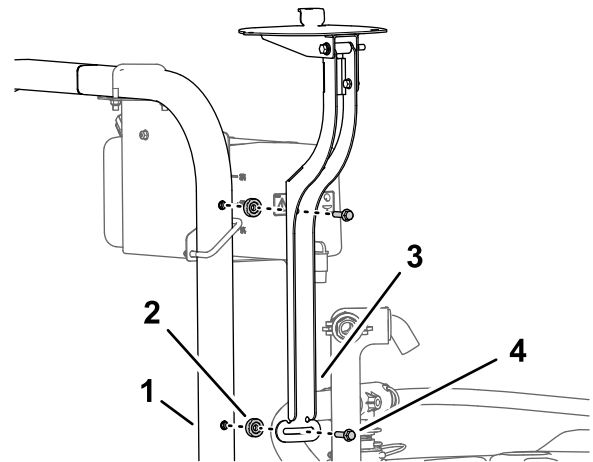

Bild 154
1. Montieren Sie die Empfängerbefestigung und das Distanzstück (3/8" x 7/16") mit der Bundkopfschraube (3/8" x 1-1/2") am Überrollbügel, wie in Bild 154 abgebildet.